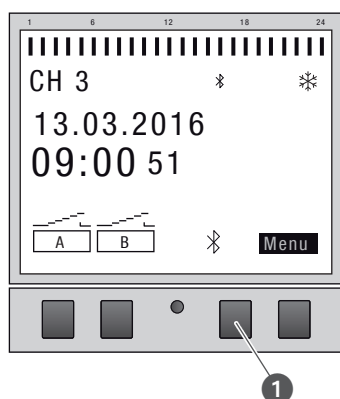

Bild 22: Starta Bluetooth-anlutning på kanalutökningen
6. Tryck på Bluetooth-knappen (Bild 22/①) på kanalutökningen.